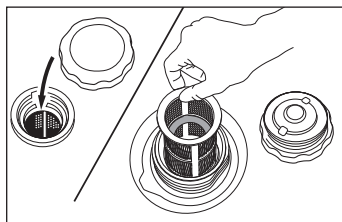

рис. 19
1. Снимите пластмассовый фильтр, расположенный под крышкой горловины топливного бака (рис. 19).